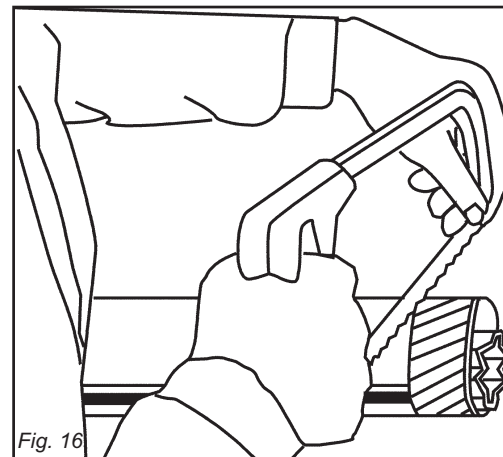
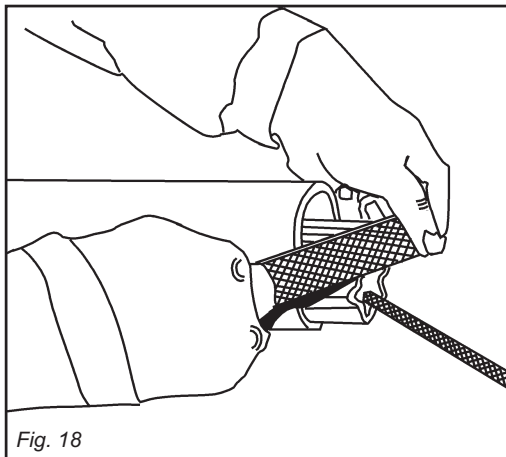
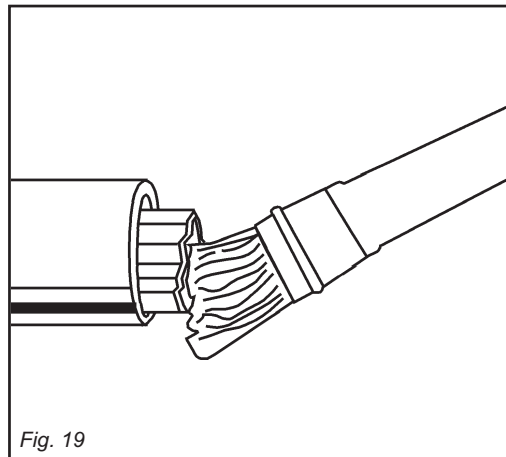

Fig. 16
Fig. 18
Fig. 19
- Accorciare i tubi scorrevoli di una stessa lunghezza (Fig. 16 e 17), sbavare e pulire (Fig. 18) e ingrassare l'interno del tubo esterno (Fig. 19).
- Shorten the sliding tubes by the same extent (Fig. 16 and 17), deburr and trim (Fig. 18), then grease the inside of the outer tube (Fig. 19).
- Raccourcir les tubes coulissant de la même longueur (Fig. 16 et 17), ébavurer et nettoyer (Fig. 18) puis graisser l'intérieur du tube extérieur (Fig. 19).
- Die Gleitrohre um die gleiche Länge (Abb. 16 und 17) kürzen, sie abgraten und reinigen (Abb. 18) und das Innere des Außenrohrs schmieren (Abb. 19).
- Acortar los tubos corredizos en modo uniforme (Fig. 16 y 17), quitar las rebabas y limpiar (Fig. 18) y engrasar dentro del tubo externo (Fig. 19).